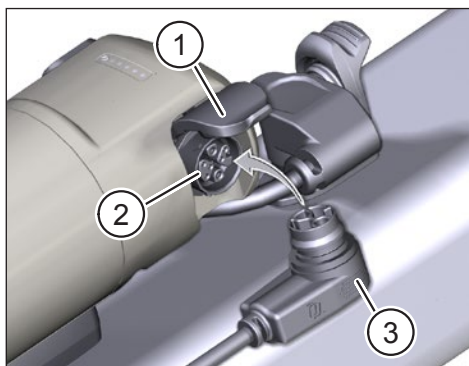

Fig. 3: Cargar Range Extender
- Abra la tapa (Pos. 1 en Fig. 3) del puerto de carga de la Range Extender.
- Compruebe que los contactos del puerto de carga (Pos. 2 en Fig. 3) estén libres de suciedad y límpielos si es necesario.
- Inserte el enchufe de carga (Pos. 3 en Fig. 3) de la Charger en el puerto de carga de la Range Extender.